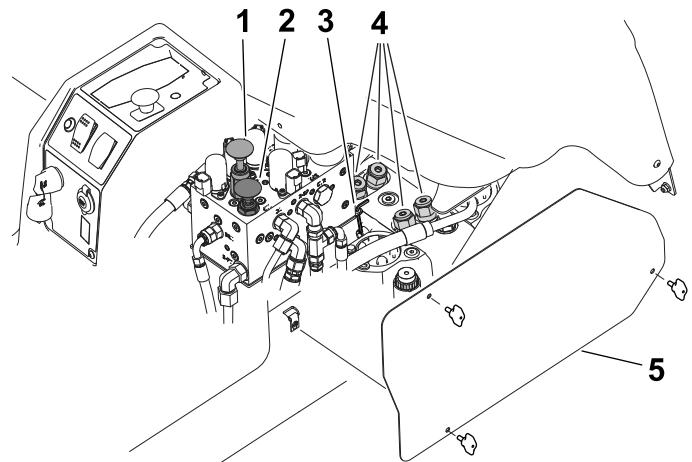

Bild 63
**Hinweis:** Ein Sechskantschlüssel (6 mm) ist im Lieferumfang der Maschine enthalten und befindet sich neben dem Hydraulikverteiler (Bild 63). Verwenden Sie den Schraubenschlüssel, um diesen Vorgang durchzuführen.
2. Entfernen Sie die Abdeckplatte von der rechten Seite der Steuerkonsole (Bild 63).